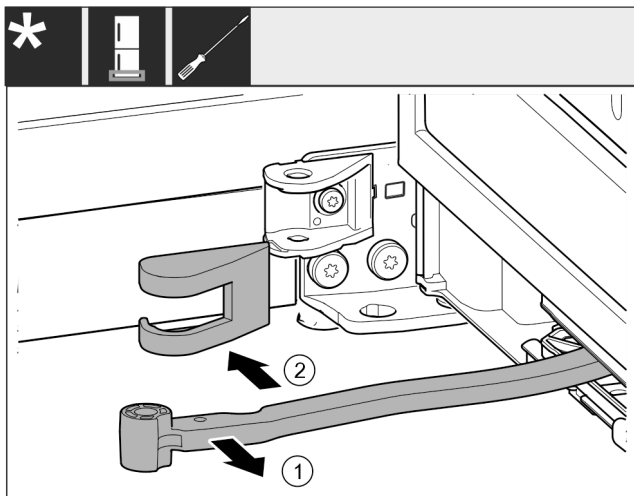

Fig. 16
- ▶ Rotiți articulația Fig. 16 (1) în direcția ușii.
- ▶ Înlăturați capacul suportului de lagăr Fig. 16 (2).